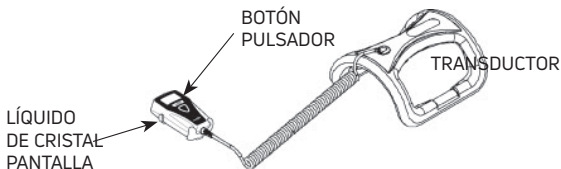

Figura 3. OL1000 SC
3. Para iniciar un tratamiento, presione el "botón pulsador" junto a la pantalla de cristal líquido (consulte la Figura 3), **manténgalo pulsado hasta que suene el pitido y después libérela**.